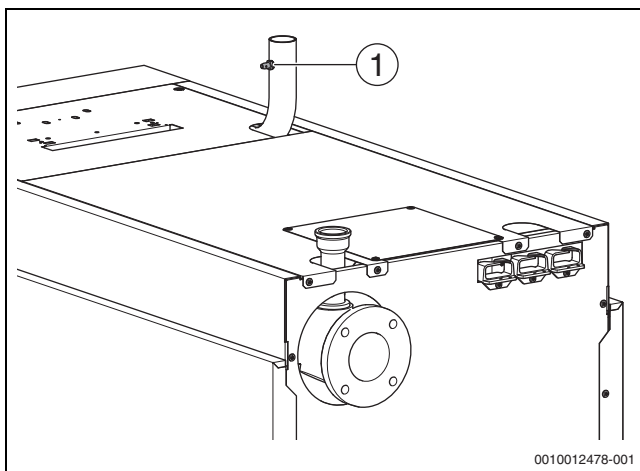

Bild 26 Gasleitung entlüften
- Verschlussschraube des Prüfnippels (→ Bild 26, [1], Seite 27) für den Gas-Anschlussdruck und Entlüftung um 2 Umdrehungen lösen.